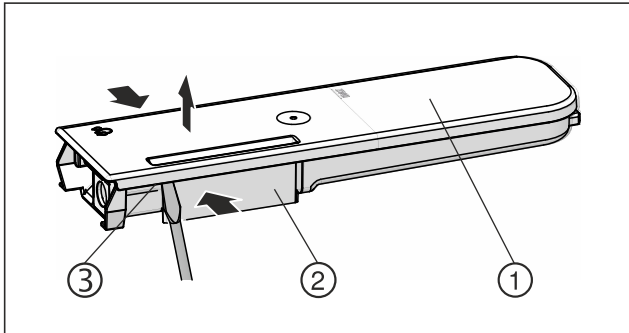

Fig. 165
- ▶ Стиснете резервоара за вода Fig. 165 (2) и внимателно откачете и изтеглете нагоре капака Fig. 165 (1) над фиксиращите палци Fig. 165 (3).
- ▶ Раздвижете капака Fig. 165 (1) леко напред-назад и го свалете нагоре.